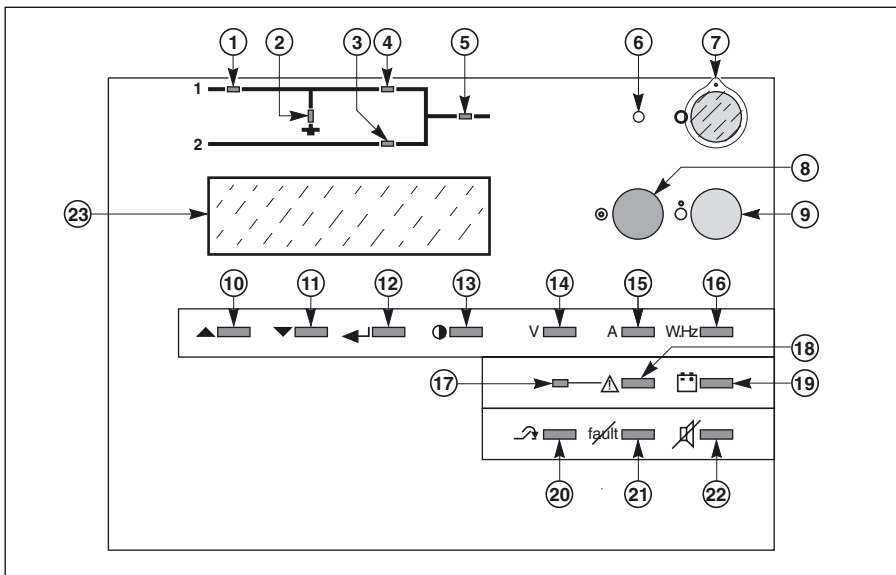

Fig. 19
L'affichage est organisé sur la base de messages primaires, secondaires, tableaux de mesures et écrans de réglage. En règle générale, c'est toujours un message primaire qui est affiché à l'écran. L'accès aux messages secondaires, s'ils existent, se fait par les touches (10) ▲ et (11) ▼ (voir figure 19).
La présence de messages secondaires est signalée par la flèche ↓ en fin de message primaire. Le retour aux messages primaires s'effectue automatiquement après 2 minutes d'inactivité du clavier, ou directement par action sur la touche (18) (voir figure 19). L'écran d'affichage s'éclaire dès activation d'une des touches du clavier et s'éteint après 5 minutes d'inactivité.
En dehors de toute manipulation sur le clavier, l'afficheur graphique présente une fenêtre indiquant l'état global de l'appareil. Le message affiché est alors dit primaire (voir la liste du paragraphe suivant). A partir d'un message primaire, il est possible d'accéder aux tableaux de mesures avec les touches (14), (15), (16) et (19) du clavier (voir figure 19) ou aux écrans de configuration avec la touche (13) du clavier.